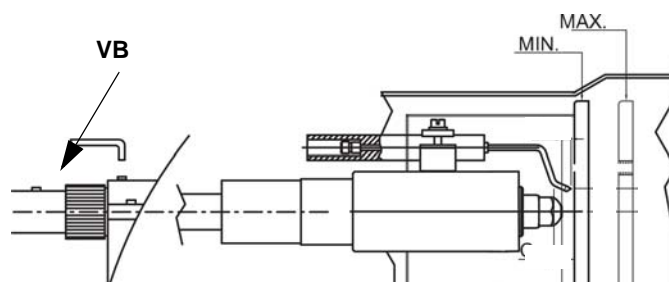

Fig. 24
- 4 per sostituire gli elettrodi, svitare le viti di fissaggio **VE** dei due elettrodi e sfilarli: inserire i nuovi elettrodi e prestare attenzione alle quote indicate in mm a Fig. 24; procedere al rimontaggio seguendo la procedura inversa.
quote indicate in mm a Fig. 24; procedere al rimontaggio seguendo la procedura inversa.